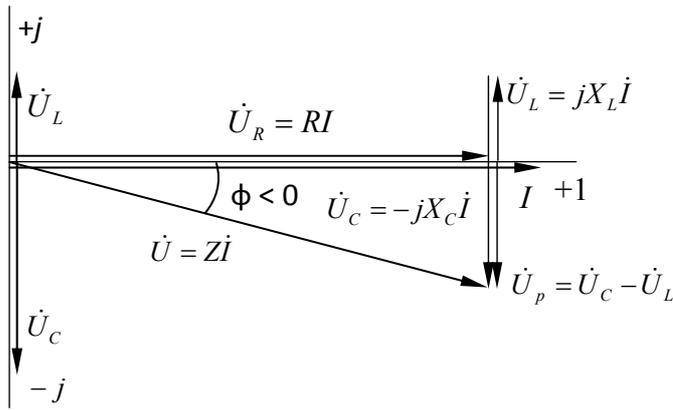

Рис. 4.5. Векторная диаграмма
**2. Активно-емкостной характер нагрузки** имеет место при тех же условиях, но при этом  $X_C > X_L$ , т. е. реактивное сопротивление  $X_p$  является емкостным. В этом случае  $\dot{U}_C > \dot{U}_L$  и вектор входного напряжения  $\dot{U}$  отстает по фазе от вектора тока  $\dot{I}$ , угол  $\phi$  имеет отрицательное значение, а реактивная составляющая напряжения  $\dot{U}_p < 0$  носит емкостной характер (см. рис. 4.5).